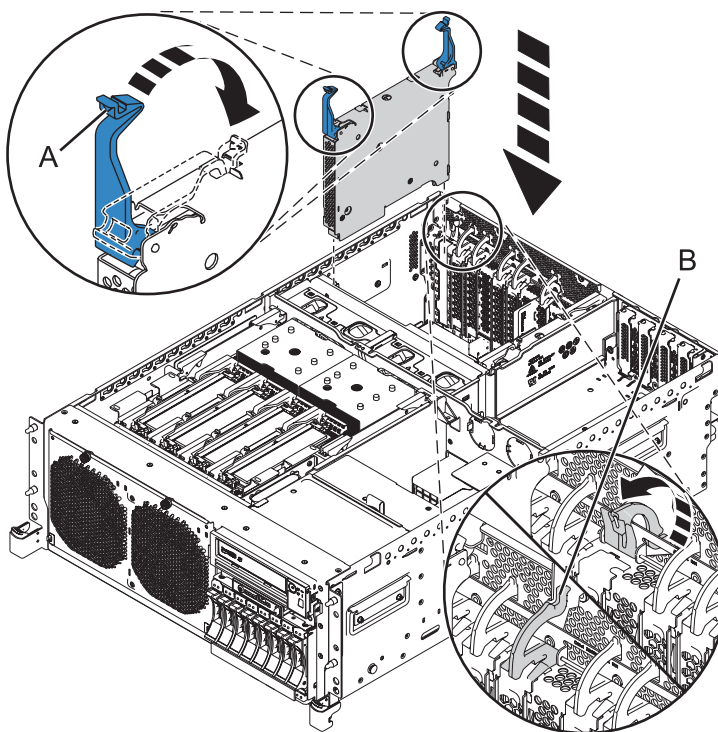

Figure 3. Installation de l'adaptateur GX sur un système 02E/4B ou 05F/6B monté en armoire
11. Faites pivoter les taquets (A) en position verrouillée, comme illustré dans la figure 3 et la figure 4, à la page 5.
12. Faites pivoter le taquet (B) en position fermée pour verrouiller l'adaptateur dans son emplacement.